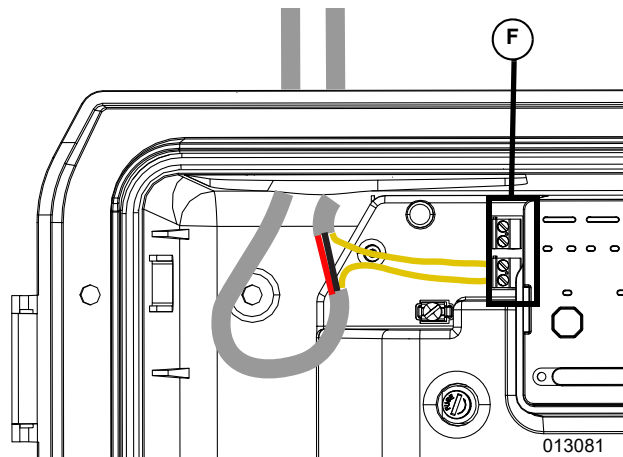

Figure 3-11. Relais de CVC
Voir **Figure 3-11**. Pour chaque paire de fils de thermostat, faire passer l'un des fils de signal à travers l'un des relais (F) et laisser l'autre fil intact et raccordé directement à l'équipement de CVC.